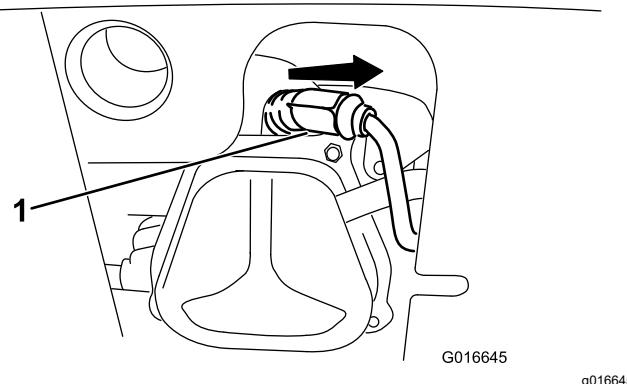

Bild 35
1. Entfernen Sie die Kappe (Bild 35).